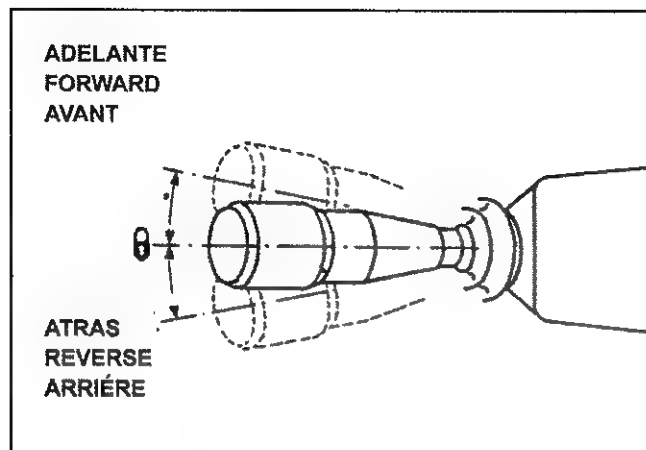

Fig. 10
- 2) Situar el mando del inversor 14, Fig. 3 en la posición de marcha deseada, de acuerdo a las indicaciones de la Fig. 10.
- 2) Put the inverter lever 14, Fig. 3 into the desired gear, according to the indications of the Fig. 10.
- 2) Placer la commande de l'inverseur 14, Fig. 3 dans la position de marche désirée, en suivant les indications du Fig. 10.